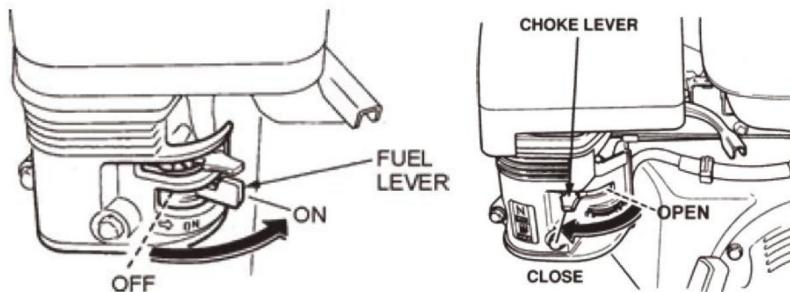

FIG.6 FIG.7
- 9.1 Placera motorns bränsleventilspak (FIG. 6) till läget "PÅ".